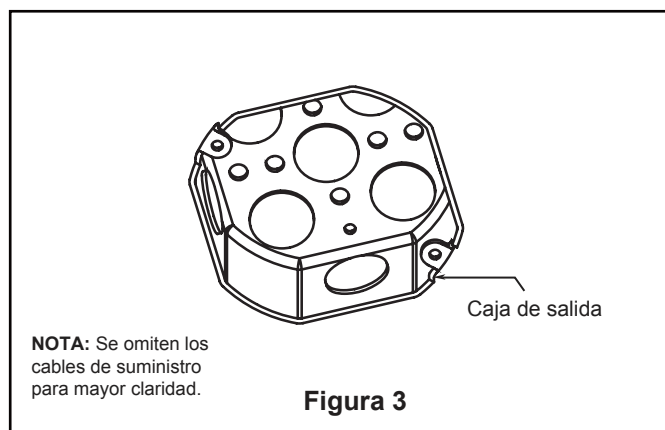

Figura 3
Uso del soporte (Figura 3)
- ☐ 1. Ajuste bien la caja de conexiones del techo apta para soporte de ventilador en la estructura armada. La caja de conexiones no se suministra con el ventilador. (Figura 3)
- ☐ 3. Monte el la tapa de acero en la unidad del motor girándolo en el sentido de las agujas del reloj. (Figura 3)
- ☐ **3.** Para que el ventilador sea funcional, instale las pila (incluidas) de 23A/12V en el transmisor del mando a distancia. Mientras el ventilador esté apagado. A continuación, siga el proceso de fijación remota de código. Si no se utiliza el ventilador durante un largo periodo de tiempo, extraiga la batería para evitar cualquier daño al transmisor. Almacene el mando a distancia en un lugar alejado del calor o la humedad excesiva. (Figura 3)